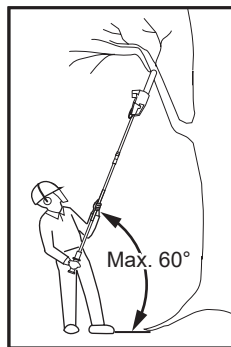

Fig. 34
5. Ține mereu produsul la un unghi de cel mult 60° față de nivelul orizontal. Altfel, operarea în siguranță nu este posibilă (fig. 34).